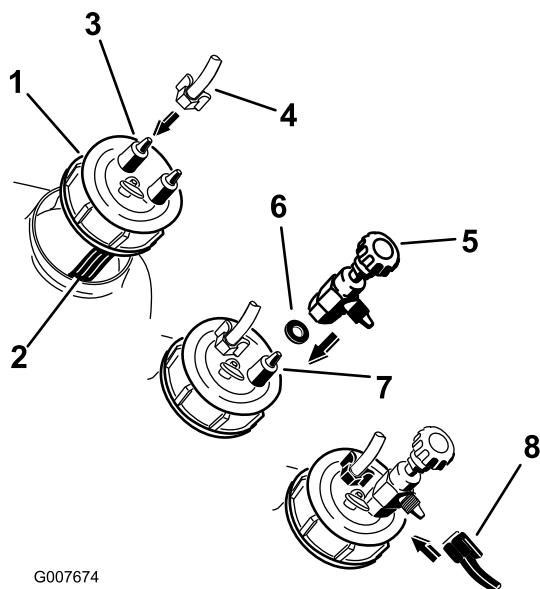

図 15
2. この黒いキャップに、92 cm のループハウツーとキャップ用制御バルブを取り付ける(図 15)。